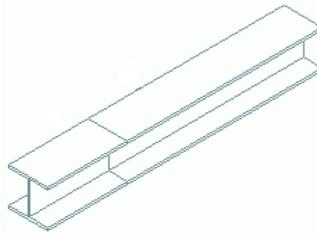

Figure 50 : Dissocier des profils
- Sélectionnez un système de coordonnées utilisateur comme indiqué dans la Figure 50.